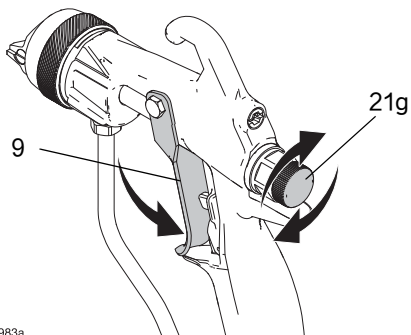

图 32: 检查扳机和喷幅调节旋钮
8. 检查扳机 (9) 和喷幅调节旋钮 (21g) 的运动。必要时润滑或修理。参见图 32。